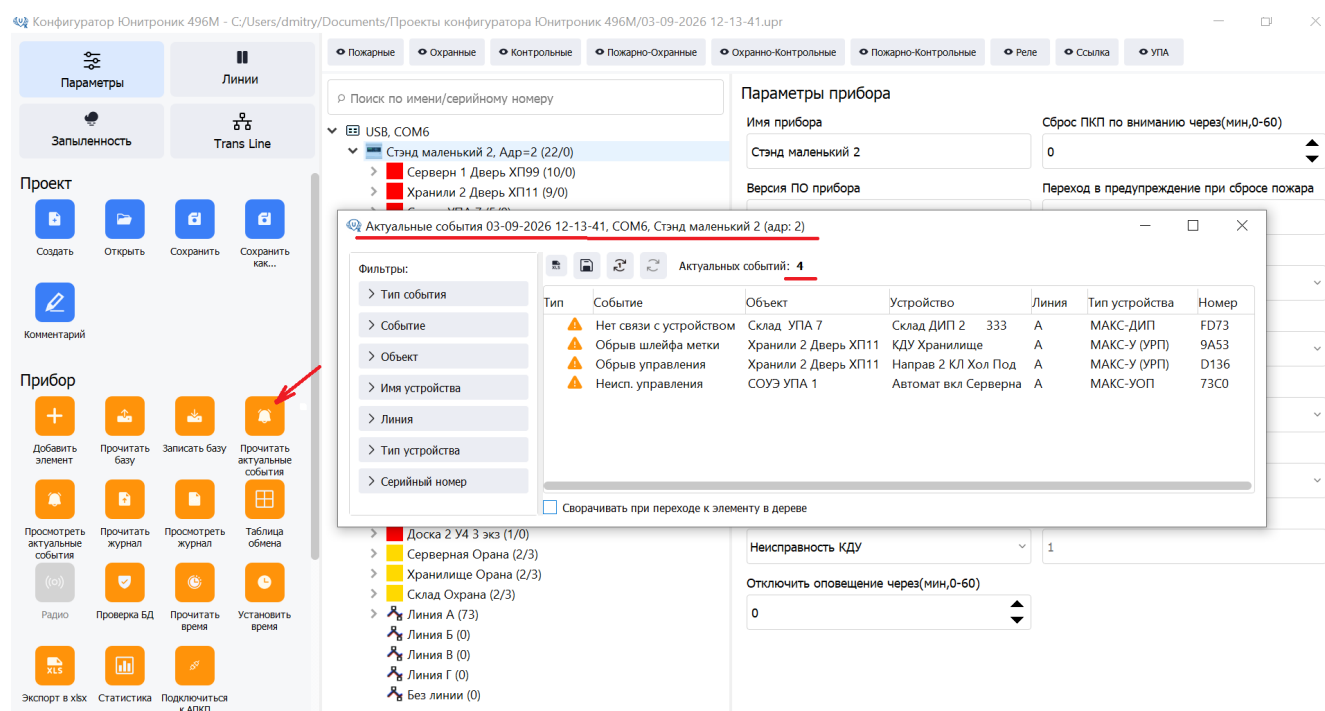

Рис.17. Список актуальных событий.
2.16. Состояние адресных устройств, находящихся в состоянии, отличном от Нормы, отражается на ЖК-дисплее АПКП в виде списка актуальных событий. Для просмотра списка необходимо с помощью ПО Конфигуратор прочитать или открыть ранее сохранённую БД и нажать кнопку «Актуальные события». После этого появится диалоговое окно, в котором будут отображены все события в приборе на текущий момент с указанием их количества и типа (рис.17).